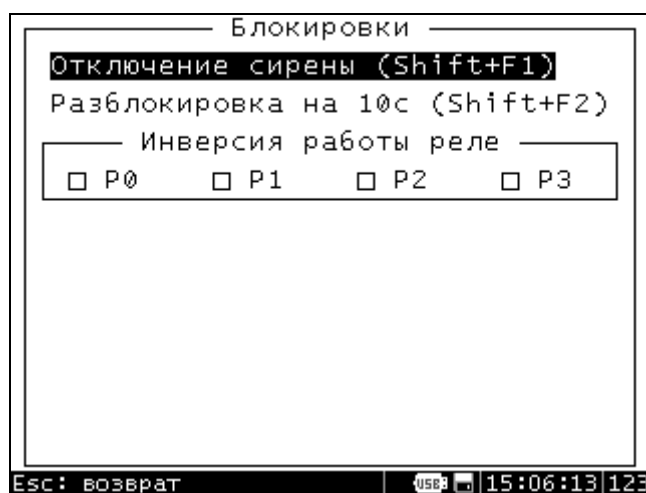

Рис. 13. Меню "Блокировки..."
- "Таблица". Вход в этот пункт открывает список созданных таблиц калибровки (рис.13). Здесь необходимо выбрать одну из созданных таблиц. Незаполненные таблицы выделены серым.
2.3.3.5.2.3 "Блокировки...". Меню Блокировки (рис. 13), которое содержит следующие пункты: